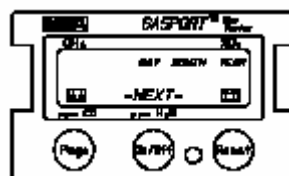

Figura 2-12. Día, Mes, Año
- El desplegado ahora indica, véase Figura 2-12